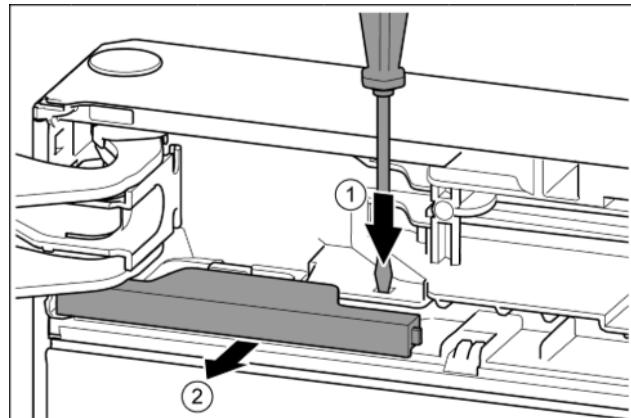

Fig. 8
- Pousser la languette avec un tournevis plat. Fig. 8 (1)
- Sortir le cache de l'encliquetage. Fig. 8 (2)